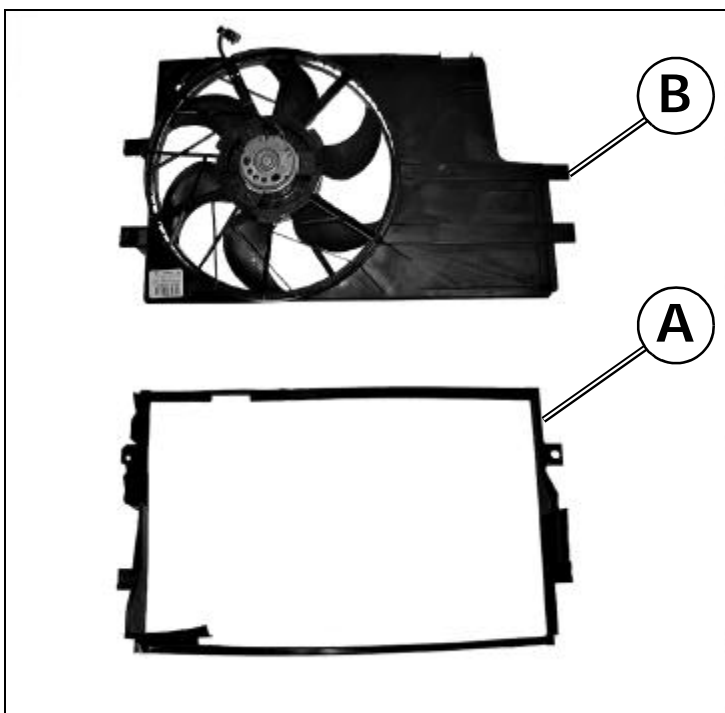

FIG.2C
- Il convogliatore aria anteriore del radiatore (Part.A di fig.2C).
- Il convogliatore aria posteriore completo di elettroventola (Part.B di fig.2C).
- The radiator front air conveyor (part A of fig. 2C).
- The rear air conveyor and associated fan (part B of fig. 2C).
- el canalizador de aire trasero completo electroventilador (Parte B de la fig. 2C).
- Le convoyeur d'air avant du radiateur (rep. A fig. 2C).
- L'ensemble convoyeur d'air arrière et ventilateur (rep. B fig. 2C).
- vordere Kühlerluftführung (Teil A der Abb.2C).
- hintere Luftführung komplett mit Elektrolüfter (Teil B der Abb.2C).